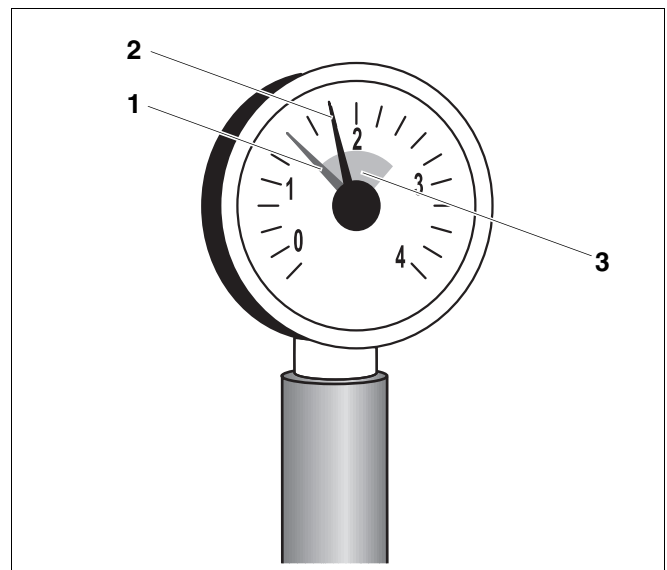

Fig. 5 Manómetro para instalaciones cerradas
En las instalaciones cerradas, la aguja del manómetro (fig. 5, **pos. 2**) debe encontrarse dentro de la marca verde (fig. 5, **pos. 3**). La aguja roja (fig. 5, **pos. 1**) del manómetro debe estar ajustada a la presión necesaria para la instalación.
- Si la aguja del manómetro (fig. 5, **pos. 2**) desciende de la marca verde (fig. 5, **pos. 3**) la presión de agua de la instalación es insuficiente. Agregue agua de relleno (véase capítulo 3 "Utilización del agua de relleno y de llenado adecuada", página 7) a la instalación.